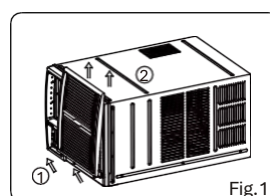

Fig.1
2. Tenez le bas du panneau avant et tirez-le doucement vers l'extérieur, puis soulevez-le et retirez le panneau avant (voir Fig. 1).